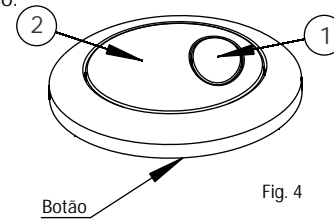

Fig. 4
Para acionamento da meia descarga, aperte a região onde se encontra o botão menor (1), para acionamento da descarga inteira, aperte a região do botão maior (2). Fig. 4.